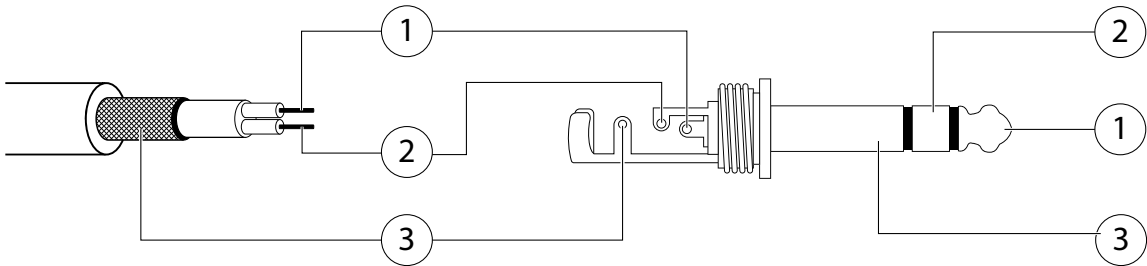

Рисунок 8.1 Схема распиновки аудио кабеля и штекера TRS 6.35 мм
Разъёмы TRS (TS) (разг. Джек, нгл. Jack) — семейство разъёмов для передачи различных типов аналоговых аудиосигналов. Используется совместно с двухжильным (рис. 8.1, а) или одножильным (табл. 8.3) экранированным аудио кабелем. Существуют три стандартных штекера применяемых в аудио кабелях: Jack (6.35 мм, 1/4 дюйм), mini-Jack (3.5 мм), micro-Jack (2.5 мм).